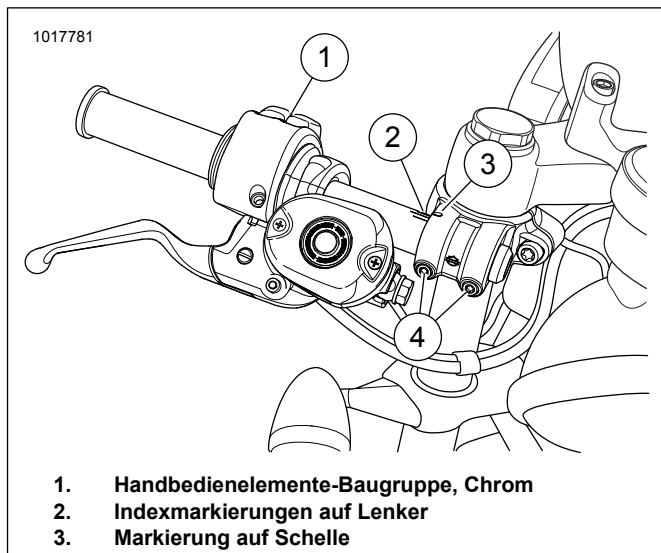

Abbildung 6. Eingebauter Clip-Lenker mit Handbedienungselement
- 4. Siehe Abbildung 6. Die Anstecklenker können bei Bedarf leicht gedreht werden.
- 5. Ausrichtung der Ansteck-Indexmarkierung(en) (2) an der Schellenmarkierung (3) beachten.
- 6. Schrauben (4) lösen.
- 8. Die Schrauben (4) auf folgendes Drehmoment anziehen: